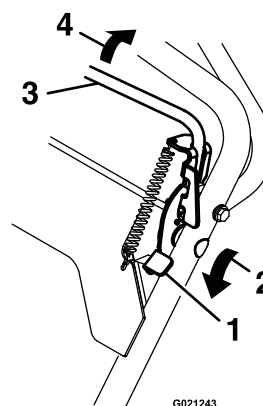

Figura 13
2. Spingete in avanti e tenete premuto il blocco del comando delle lame per rilasciare la barra di comando delle lame (Figura 13).